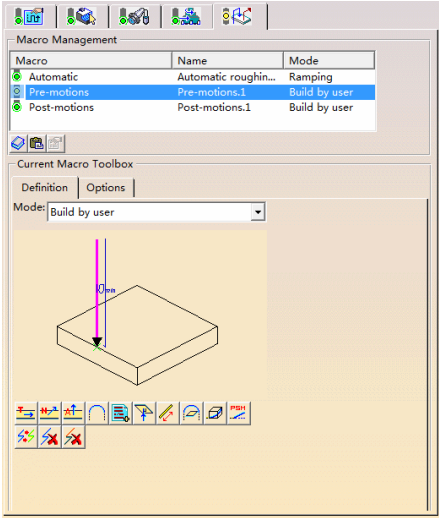

图 7-61 设置“Pre-motions”
- 在“Macro Management”区域的列表框中选择“Pre-motions”, 单击 Add axial motion 按钮, 如图 7-61 所示。